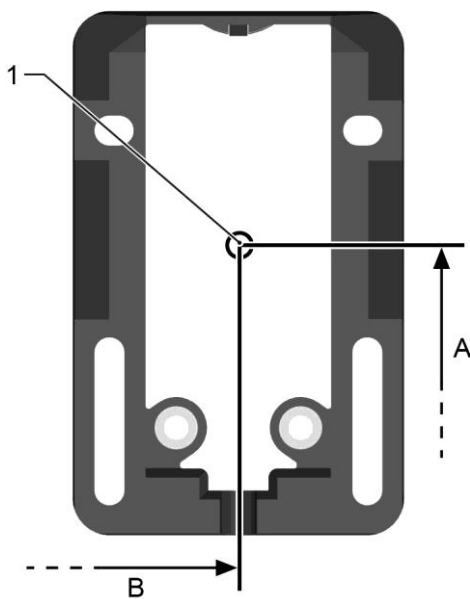

Abb. 6: Maß Mitte Halter
Das gemessene Maß bezieht sich immer auf die Mitte des Halters! (Siehe Abb. 6)
- ➔ Je nach Fassungsvermögen des Salzlöse- und Vorratsbehälters den Abstand vom Boden (Maß A) lt. Tabelle 6 messen und Stelle markieren (siehe Abb. 6).
- ➔ Je nach Fassungsvermögen des Salzlöse- und Vorratsbehälters den Abstand vom Boden (Maß A lt. Tabelle 6) messen und anzeichnen (siehe Abb. 6).